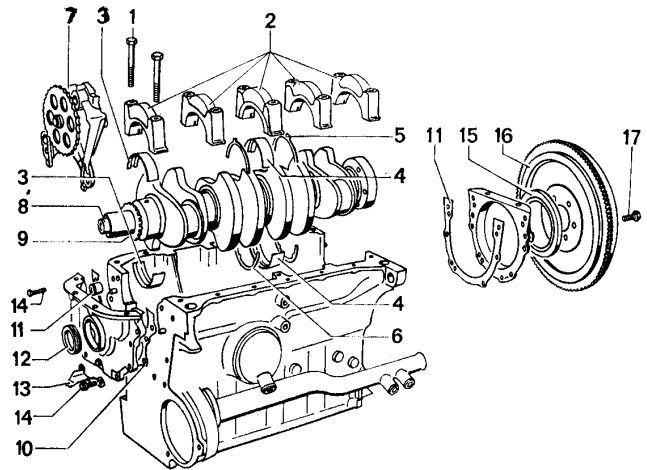

Bild M 13. Zylinderblock mit Kurbelwelle
- (10) Verschleißgrenze 0,17 mm
- (11) Kettenrad der Kurbelwelle
- (12) Dichtung für Dichtflansch
- (13) Dichtbuchse
- (14) Wellendichtring
- erneuern (siehe Bild M 13)
- (15) Einstellwinkel
- (16) Kombischraube (Mt = 9 Nm)
- (17) Wellendichtring
- (18) Schwungrad
- (19) Sechskantschraube (ML = 65 ... 80 Nm)